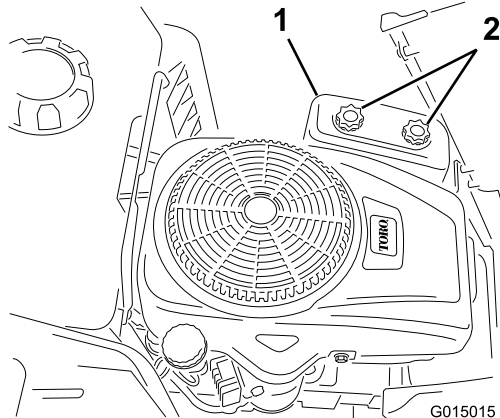

**Bild 28**
5. Nehmen Sie die Schaum- und Papierfiltereinsätze vorsichtig aus dem Luftfiltergehäuse heraus (Bild 28).
1. Setzen Sie den Schaumfilter auf den Papierfilter (Bild 28).